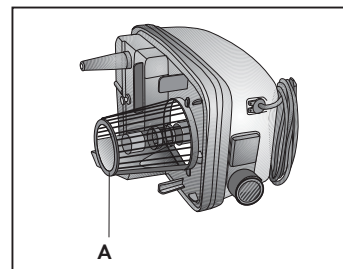

Abb. 24
- Schmutzwasserbehälter (2) leeren.
- Die Saugfunktion über die Taste (19) einschalten und das Wasser mit dem zuvor für die Reinigung verwendeten Zubehör aufsaugen.
- Schmutzwasserbehälter (2) leeren und den Vorgang, wenn nötig, wiederholen.
Jedes Mal wenn das Unterteil des Geräts gereinigt wird, den Filter (A) am äußeren Teil reinigen und den festen Schmutz entfernen (**Abb. 24**).